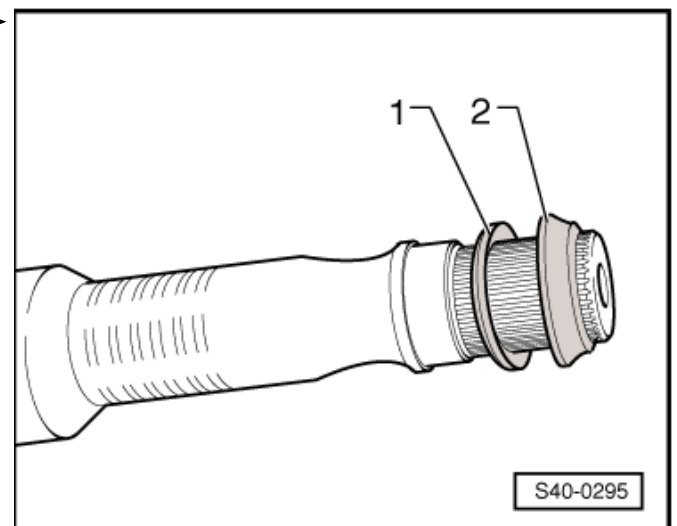

Abb. 6: Gleichlaufgelenk innen aufpressen
- ❑ aufpressen ⇒ Abb. 6 in **40-6** Seite 4